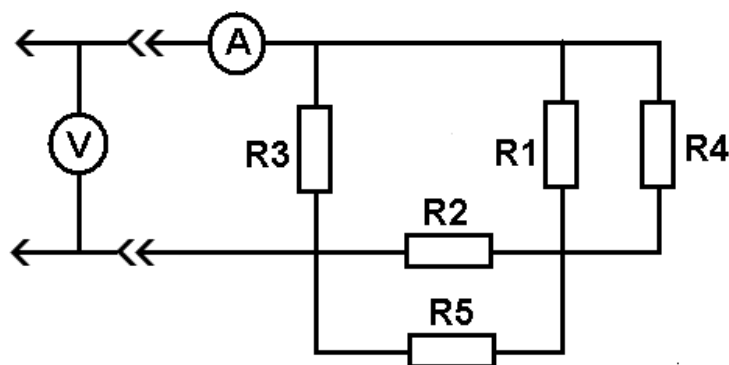

Рис. 1.16. Электрическая схема линейного двухполюсника
8. Собрать схему с подключенным линейным двухполюсником согласно рис. 1.16.
9. Повторить пп. 5 – 7 применительно к схеме рис. 1.16.